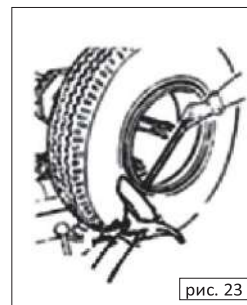

рис. 23
- (5) Подцепите край разъемного кольца монтировкой (рис. 23), и, удерживая его, подведите диск для отрыва борта под образовавшийся зазор между кольцом и ободом. вращайте колесо против часовой стрелки, чтобы полностью снять разъемное кольцо.
- (6) вставьте ниппель внутрь обода. будьте осторожны – не повредите ниппель.
- (7) Переведите инструментальную консоль (9) в исходное положение, а затем – к внутренней стороне колеса.
- (8) опустите инструментальную консоль в рабочее положение.